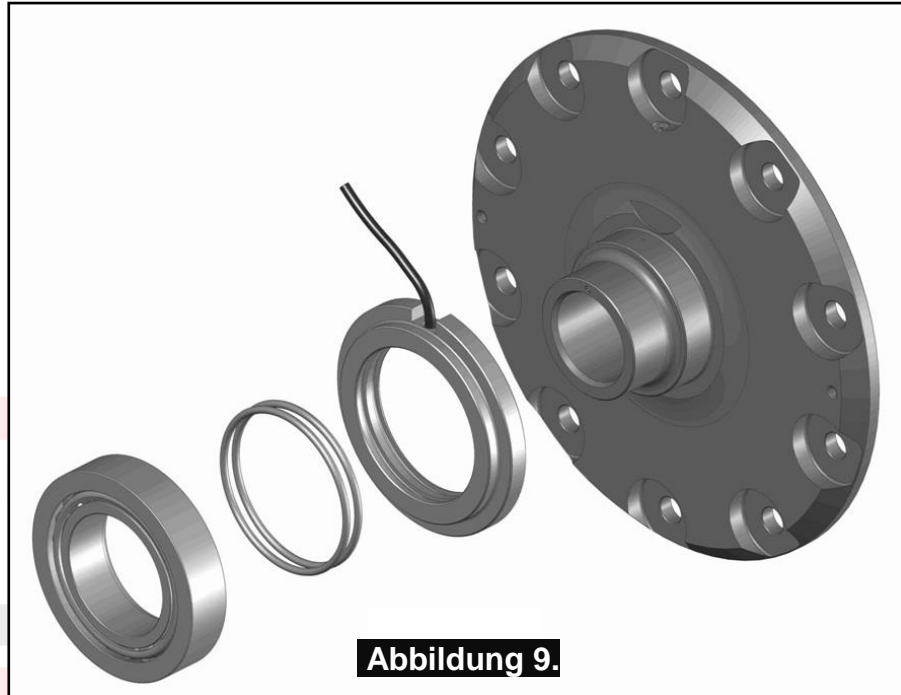

Abbildung 8.
- Pressen Sie das konische Walzenlager der Differentialkorbseite (rechts) mit einer Dornpresse auf den Lagerzapfen des Air Locker (s. Abb. 8.). Pressen Sie das Walzenlager so weit auf den Lagerzapfen, bis es eng anliegt.